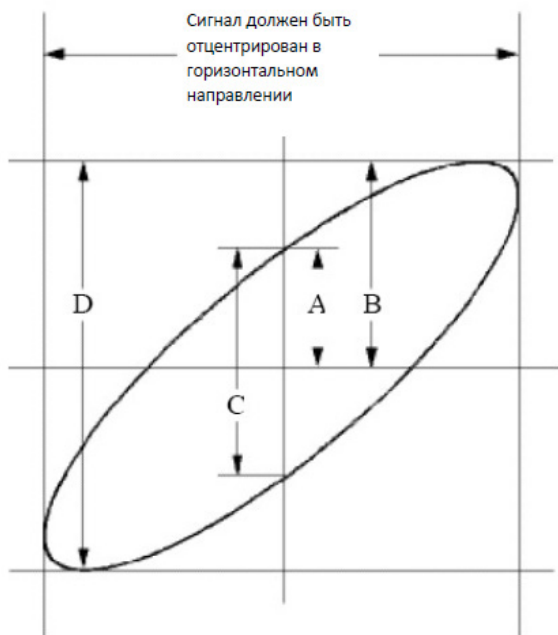

Рисунок 9-6 График Лиссажу
- С помощью метода эллиптической осциллограммы наблюдают и вычисляют разность фаз (см. рис. 9-6).